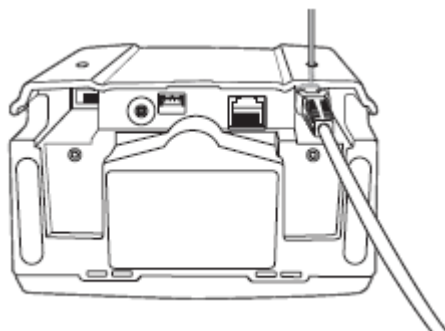

Рисунок 1-5. Выньте Кабель через Отверстие Тросика
1. Отключите установленный модульный разъем кабеля нажатием зажима разъема и осторожно потяните его назад. Два небольших отверстия на задней панели сканера обеспечивают доступ к зажимам разъема. (См. рисунок 1-5.)